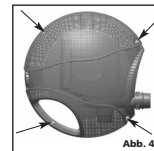
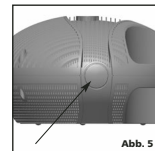

Abb. 4
Abb. 5
Öffnen und Schließen des Pumpenkorbs (siehe Abb. 4)
1) Zum Öffnen des Pumpenkorbs entriegeln Sie die drehbaren Befestigungsschrauben (Abb. 4).
2) Der Pumpenkorb verfügt über einen vorgekehrten Bereich (Abb. 5), der mit einem entsprechenden Schneidwerkzeug auszuscheiden ist.
3) Führen Sie einen Fernadapter (9) in die so geschaffene Öffnung auf der Rückseite des Pumpenkorbs ein.
4) Schließen Sie den Korb und achten Sie dabei darauf, dass beide Hälften ordnungsgemäß auf Deckung gebracht und miteinander verknüpft sind, und verriegeln Sie diese dann mit den drehbaren Befestigungsschrauben (Abb. 4) am Gerät.
- Entnehmen Sie die Pumpe aus dem Teich, lösen Sie die drehbaren Befestigungsstifte (Abb. 4) und entfernen Sie die obere Hälfte des Pumpenkorb. Reinigen Sie alle Bauteile unter fließendem Wasser. Setzen Sie alle Bauteile wieder sorgfältig zusammen.
ACHTUNG: Der Pumpenmotor enthält eine qualitativ hochwertige Keramikachse, die bei ordnungsgemäßer Wartung über lange Zeit einen zuverlässigen Betrieb erfordert jedoch extreme Sorgfalt. Vermeiden Sie es, die Achse fallen zu lassen oder sie zu starkem Druck auszusetzen, da dies zu Sprüngen oder Haarrissen führen kann, die einen Achsbruch während des Betriebs zur Folge haben können. Entnehmen Sie die Pumpe aus dem Teich, lösen Sie die drehbaren Befestigungsstifte (Abb. 4) und entfernen Sie die obere Hälfte des Pumpenkorb. Nehmen Sie die untere Hälfte des Pumpenkorb von der Pumpe ab, indem Sie die beiden Schrauben der Zugenlastung des Stromkabels entfernen. Befolgen Sie die Reinigungshinweise für das entsprechende Pumpenmodell: